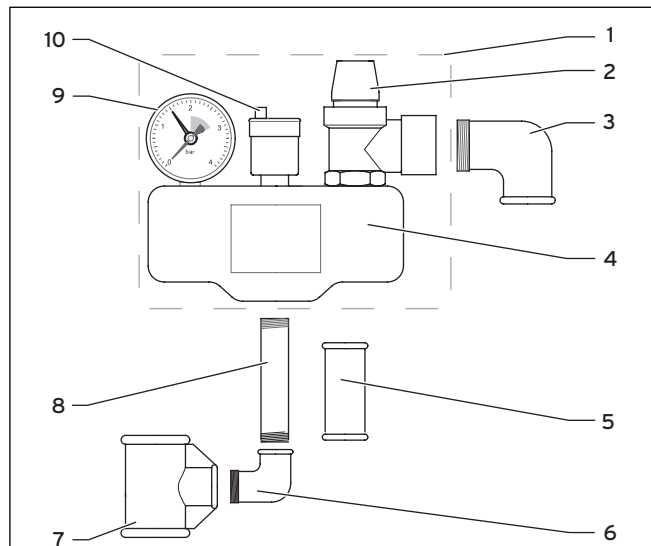

Рис. 3.1 Система безопасности
- Проверьте комплект поставки при помощи рис. 3.1 и таб. 3.1 на полноту.